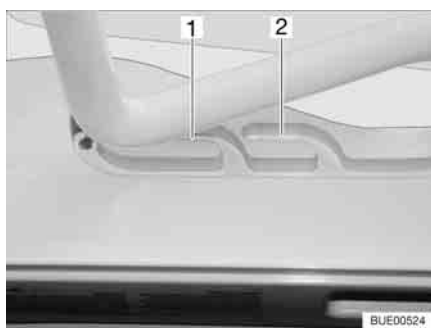
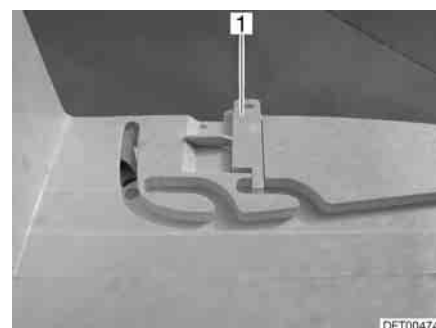

Fig. 38 Oblò Heki in posizione di ricircolo d'aria
Fig. 39 Bloccaggio della posizione di ricircolo d'aria
È possibile portare l'oblò Heki in due posizioni di ricircolo d'aria: Posizione brutto tempo (Fig. 38,1) e posizione centrale (Fig. 38,2). A seconda del modello è possibile bloccare l'oblò nella posizione centrale con il chiavistello (Fig. 39,1).
- Premere la staffa leggermente verso l'alto, spingerla nella guida selezionata (Fig. 38,1 o 2) ed eventualmente bloccarla.